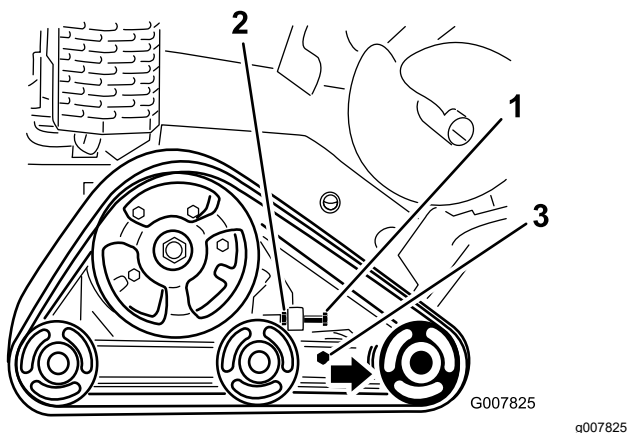

図 60
3. クローラのテンションボルトとテンションアームのクランプボルトのジャムナットをゆるめる 図 60。
4. テンションボルトを 32.5-40 N·m 3.3-4.2 kg·m = 24-30 ft-lb にトルク締めする 図 60。
4. テンションボルトとジャムナットをゆるめる 図 60。
5. クランプボルトをゆるめる 図 60。